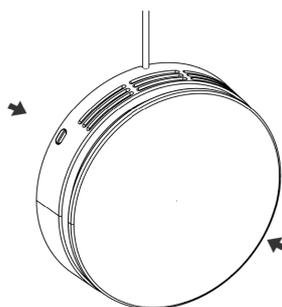

Figure 30 - Enfoncez les encoches.
3. Enfoncez les encoches pour libérer la centrale (voir Figure 30 ci-dessous).